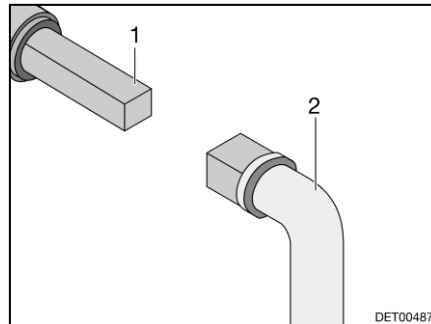

Bild 127 Handhavande avloppsventil
- Sätt nyckeln (Bild 127,2) mot fyrkanten (Bild 127,1).